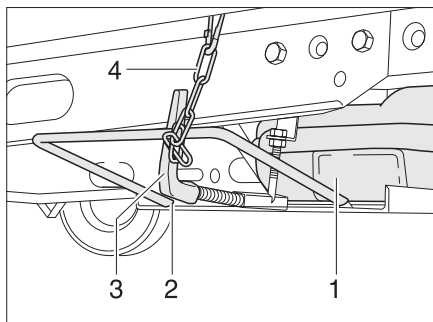

Fig. 153 Réservoir d'eaux usées dans le support sous le véhicule
- Desserrer la chaîne de sécurité (Fig. 153,4).
- Appuyer sur la poignée tournante (Fig. 153,3) vers l'intérieur et la faire pivoter d'un quart de tour dans le sens des aiguilles d'une montre.
- Faire basculer le réservoir d'eaux usées avec le support (Fig. 153,2) vers l'avant et le bas.
- Retirer le réservoir d'eaux usées (Fig. 153,1).